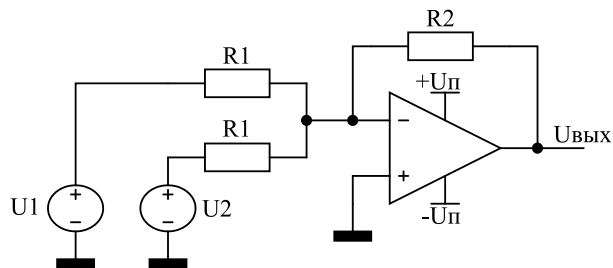

Рис. 4.2. Сумматор напряжений
Определенный интерес представляет собой схема сумматора напряжений (см. рис. 4.2).
Если вместо двух одинаковых резисторов  $R_1$  в схеме рис. 4.2 установлены резисторы разных номиналов  $R_{1A}$  и  $R_{1B}$ , то получается схема асимметричного сумматора, и соотношение (4.3) принимает вид  $U_{\text{ВЫХ}} = -(U_1 \cdot R_2 / R_{1A} + U_2 \cdot R_2 / R_{1B})$ , сумматор работает по алгоритму «сумма с весовыми коэффициентами». Весовым коэффициентом для
11. Соберите сумматор на ОУ согласно рис. 4.2 с одинаковыми для всех бригад номиналами резисторов ( $R_2 = 220 \text{ КОм}$ ,  $R_1 = 100 \text{ КОм}$ ), задающих зависимость выходного напряжения от двух входных: